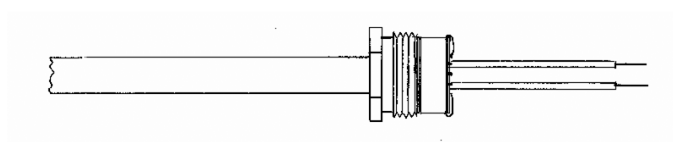

Bild 3 Färdigmonterad skärmkabel med förskruvningshylsa
6. Håll emot bricka (5) och skjut ihop ingående komponenter enligt bild 3. Kabel med förskruvningsdetaljer är nu färdig att monteras i förskruvingsshonan.